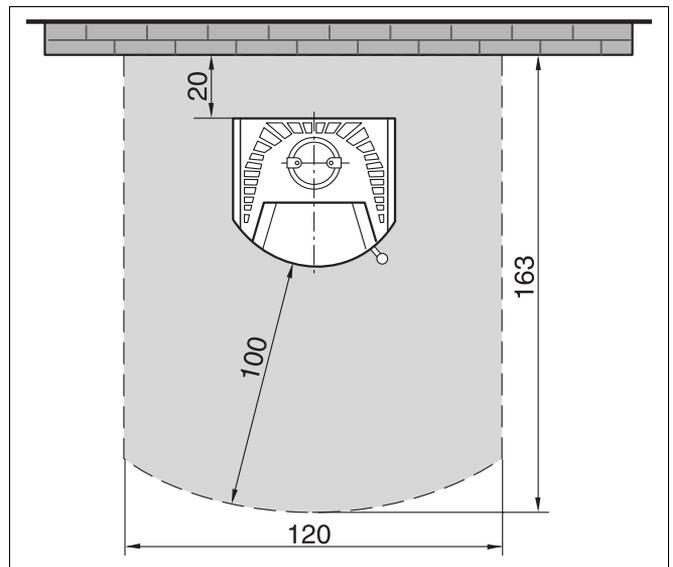

Abb. 12 Kaminofen – Sicherheitsabstände (Maße in cm)
- Beachten Sie die Sicherheitsabstände (Abb. 12).